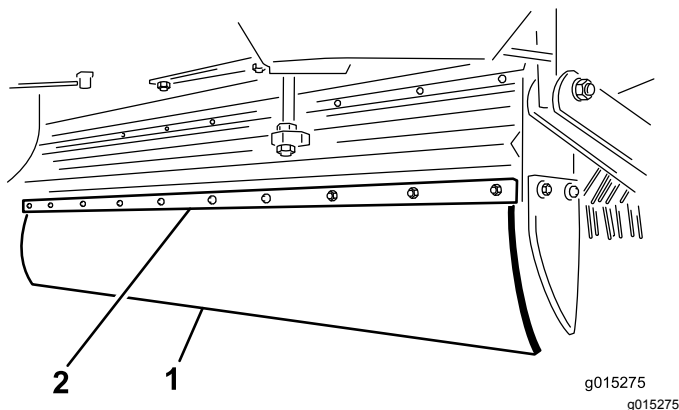

Bild 25
2. Entfernen Sie die zehn Schrauben, Scheiben und Muttern an der Befestigung für das Kehrblech und am Kehrblechhalter (**Bild 25**).